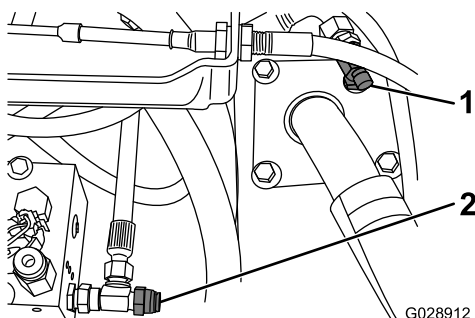

Figura 1
3. Sulla parte posteriore del blocco del piatto di taglio, rimuovete il flessibile di scarico da 3/8 poll. e montate un tappo di chiusura nell'apertura (Figura 1).
6. Montate il raccordo a T da 1/4 poll. (Figura 1).